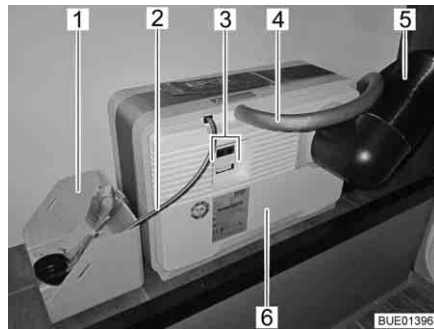
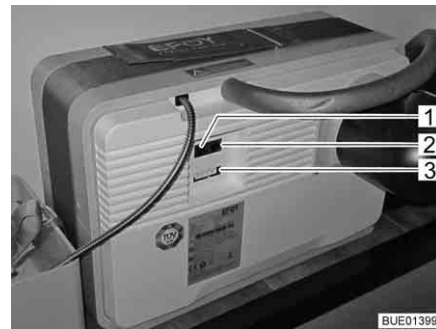
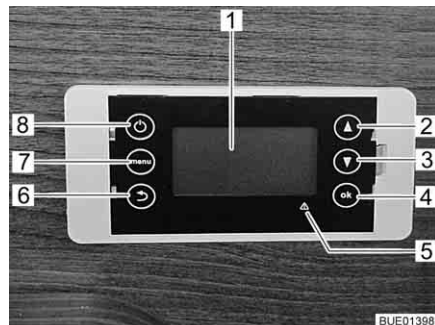

Bild 135 Bränslecell med tankpatron
Bild 136 Anslutningsfält bränslecell
Bild 137 Kontrollenhet bränslecell
Bränslecellen består av flera komponenter, som är monterade i det bakre bagageutrymmet (Bild 135), och en kontrollenhet (Bild 137) i bodelen.
På bränslecellen (Bild 135,6) finns:
- anslutningen för frånluftsslansen (Bild 135,4) resp. påfyllningsöppningen för servicevätskan
- värmeavledningsröret (Bild 135,5)
- elanslutningar (Bild 135,3) med datagränssnitt (Bild 136,2), apparatanslutning (Bild 136,3) och anslutning för kontrollpanelen (Bild 136,1)
Till bränslecellen hör en tankpatron, som kopplas till bränslecellen (Bild 135,6) via tankanslutningen (Bild 135,2).
Tankpatronen är fastsurrad i tankpatronhållaren (Bild 135,1).
Bränslecellen laddar automatiskt bodelsbatteriet när bodelsbatteriets spänning sjunker under 12,3 V och bränslecellen har aktiverats med på/av-knappen (Bild 137,8).
Displayen (Bild 137,1) på kontrollenheten har fyra rader.
Med menyknappen (Bild 137,7) kan huvudmenyn öppnas:
Vid fel lyser den röda felindikeringen (Bild 137,5) och ett meddelande visas på displayen. Meddelandet består av en felkod och anvisningar för hur felet kan åtgärdas.